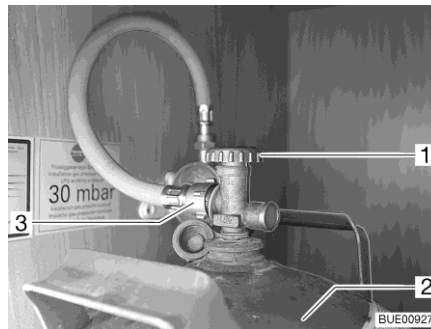

Bild 174 Gasbox
- Stäng huvudavstängningsventilen (Bild 174,1) på gasflaskan (Bild 174,2). Beakta pilriktningen.
- Skruva loss gasslangen (Bild 174,3) från gasflaskan.